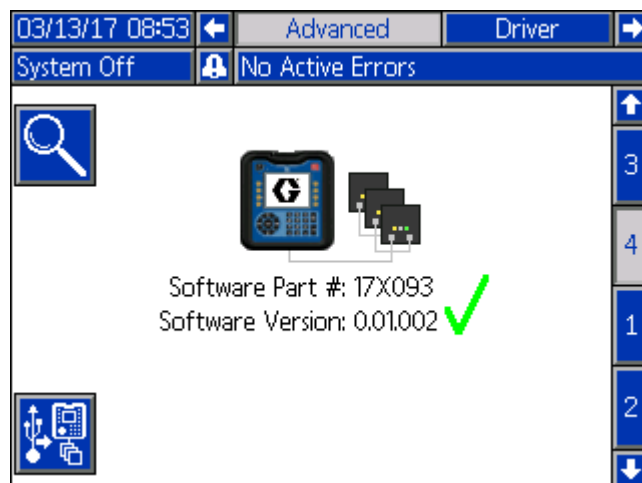

ABB. 4: Bildschirm Systemsoftware
drücken Sie den Softkey (A) neben dem Symbol  „Softwareaktualisierung“ auf dem Bildschirm „Systemsoftware“. Siehe **Abb. 4**.
Drücken Sie die Pfeiltaste nach oben (D), um zum Bildschirm „Systemsoftware“ (4) zu gelangen, siehe **Abbildung 4**. Es werden die Teilnummer der Systemsoftware und die Softwareversion angezeigt.